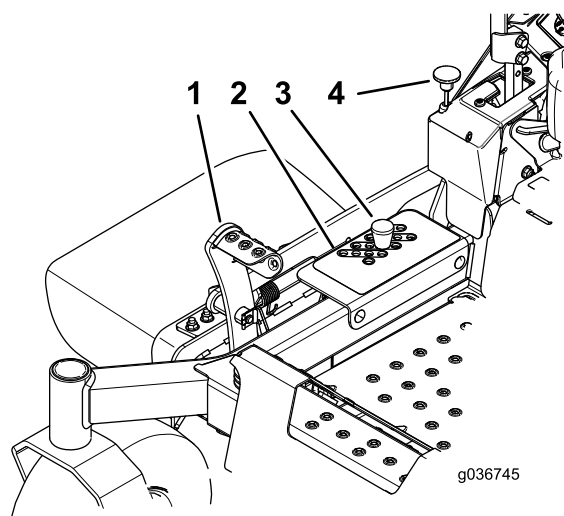

図 30
2. デッキ昇降ペダルを踏み込んでデッキを移動走行位置まで上昇させるこれは刈高 127 mm の位置と同じ図 30を参照。
3. 刈高ピンを刈高ブラケットから抜き取る図 30。
4. 刈高ブラケットについている穴から、希望する刈高に対応する穴を見つけ、その穴にピンを通す図 30。